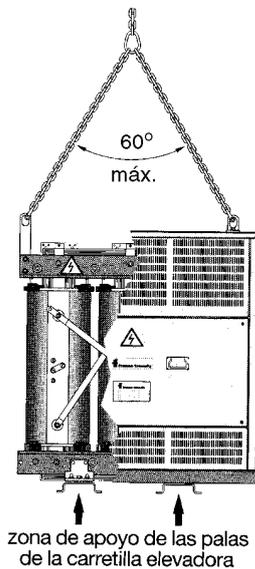

Figura 1.
- Elevación con eslingas (figura 1).
□ Bien por elevación con eslingas (figura 1).